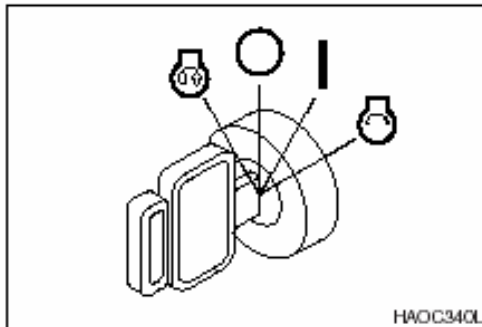

Figura 8
10. Pare el motor girando la llave a la posición "O" (OFF) (Figura 8).